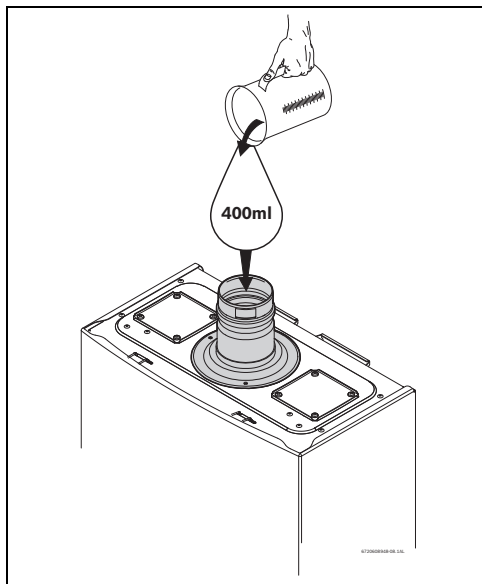

Fig. 32 Riempimento del serbatoio, con acqua, prima della messa in funzione dell'apparecchio
- ▶ Riempire il serbatoio di raccolta condensa, versando circa 400 ml di acqua, direttamente nell'accessorio base per scarico combustibili dell'apparecchio (Fig. 32).